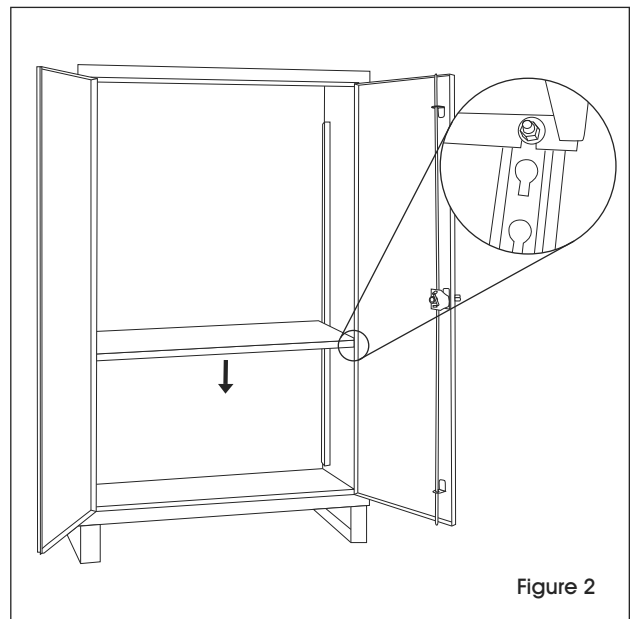

Figure 2
4. Installez la tablette à la hauteur voulue sur les boulons de l'étape 3. Le bord de la tablette doit se placer entre les écrous à embase et le profilé de tablette. (Voir Figure 2)